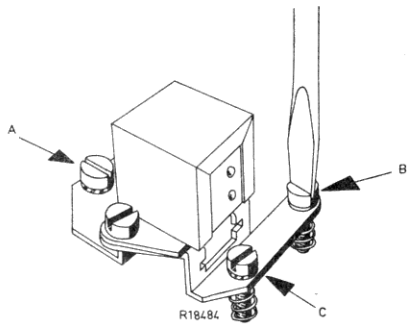

Fig.4
B3. Opname/weergave kop pos. 57 (Zie fig.4)